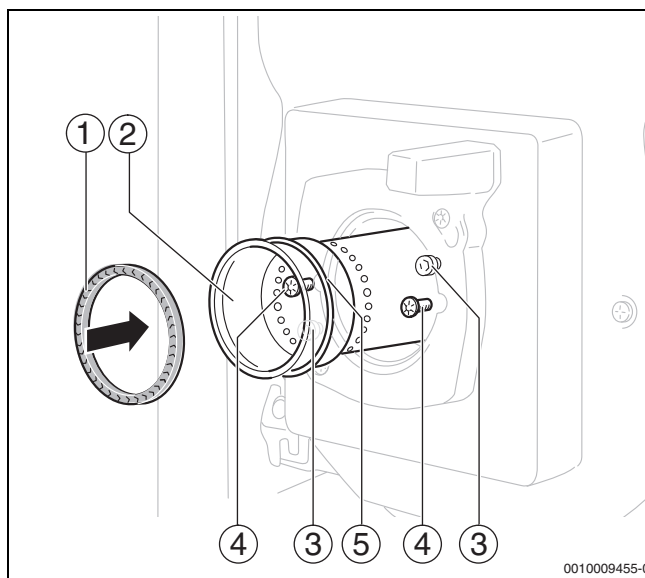

Рис. 42 Замена огневой трубы горелки
- ▶ Отверните оба крепежных винта (→ рис. 42, [4]).
- ▶ Установите новую огневую трубу горелки (→ рис. 42, [2]) и резиновое кольцо (→ рис. 42, [5]).